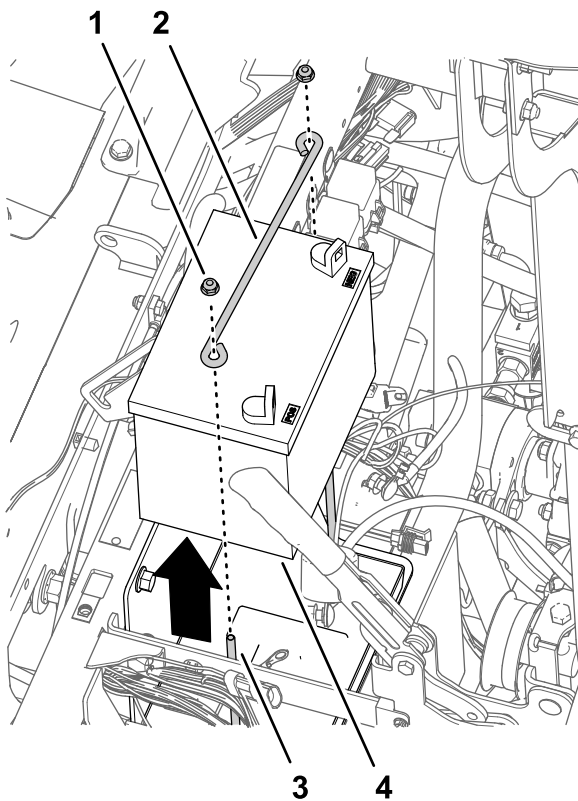

Figura 171
4. Instale el embellecedor que retiró en el paso 2 de Retirada del volante (página 78) en el volante (Figura 171).
1. Retire las 2 contratuercas con arandela prensada y la varilla de sujeción de los 2 pernos en J que sujetan la batería al soporte de la batería (Figura 171).
2. Retire la batería de la máquina (Figura 171).